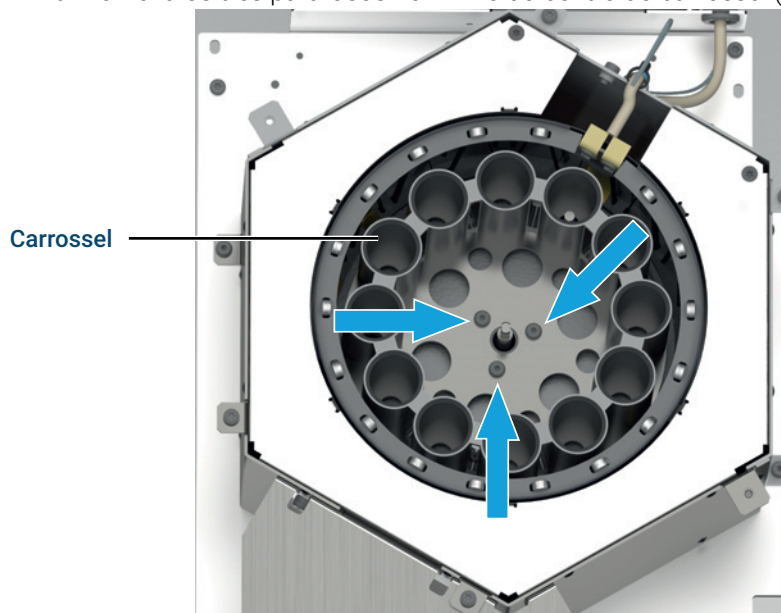

Figura 15. Remover o carrossel
- b** Remova os três parafusos Torx T-20 do centro do carrossel (**Figura 15**).